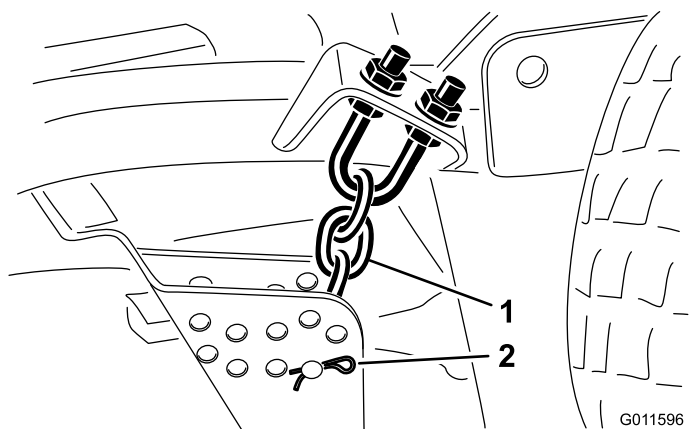

Figure 22
9. Enlevez la goupille fendue et l'axe de chape qui fixent les chaînes de hauteur de coupe à l'arrière du plateau (Figure 22).